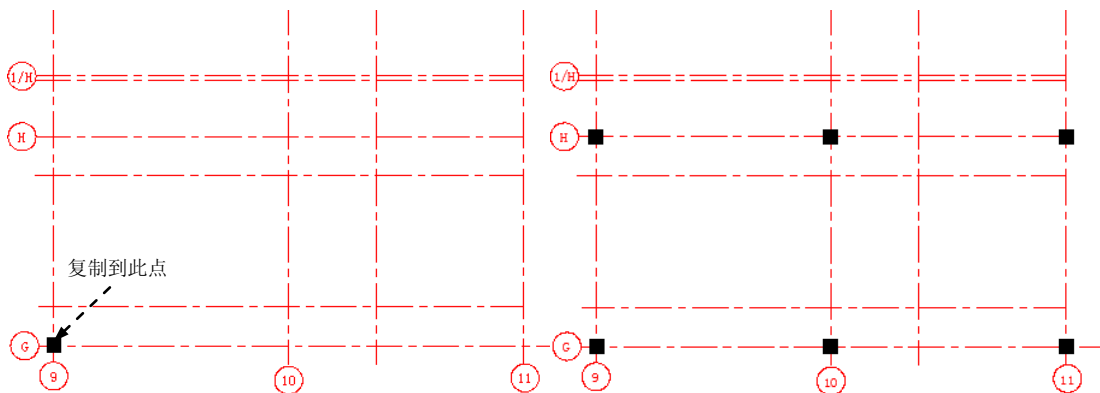

图 17.12.11 复制 1
Step3. 选择下拉菜单 **修改(M)** → **复制(C)** 命令，选取 Step1 与 Step2 中创建的特征为要复制的元素，选取矩形区域中的任意一点为基点，将其复制到图 17.12.11 所示的点处。